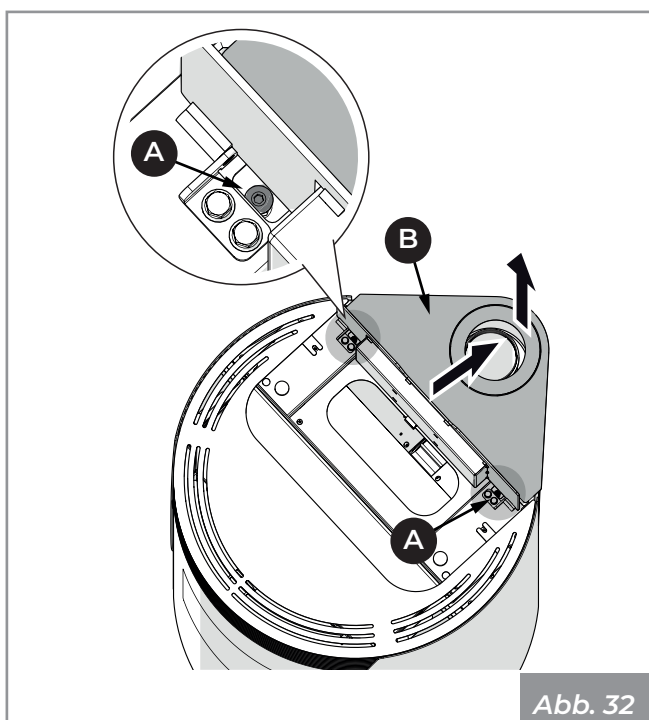

Abb. 32
- Lösen Sie die Schrauben **(A)** und ziehen Sie die Platte **(B)** **(Abb. 32)** heraus.